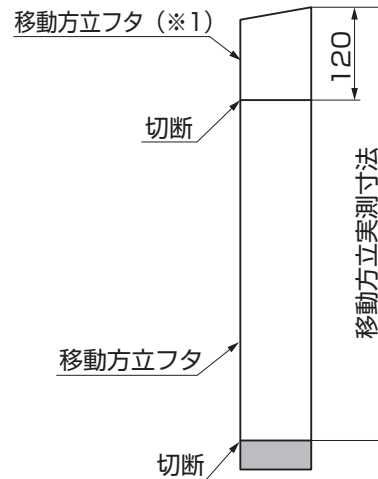

図8-2 内側用
- ②内側に取付ける移動方立フタを図8-2のように切断してください。
- ③移動方立フタを移動方立にはめ込んでください。